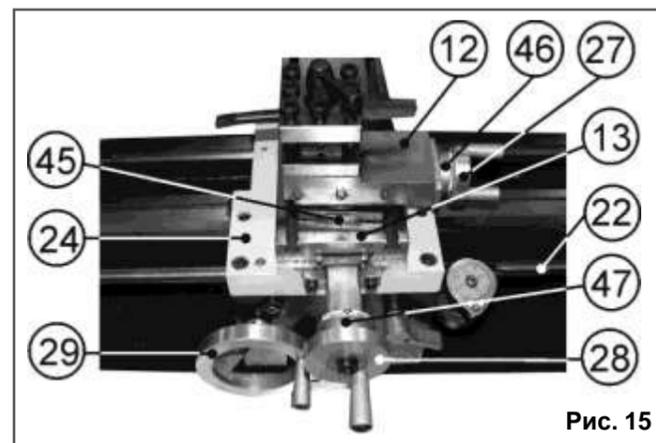
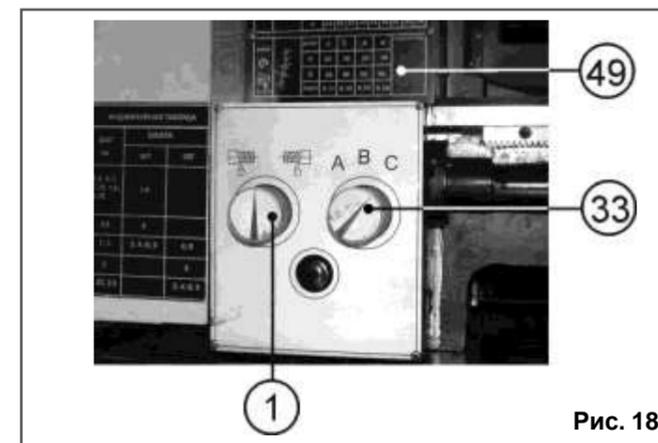
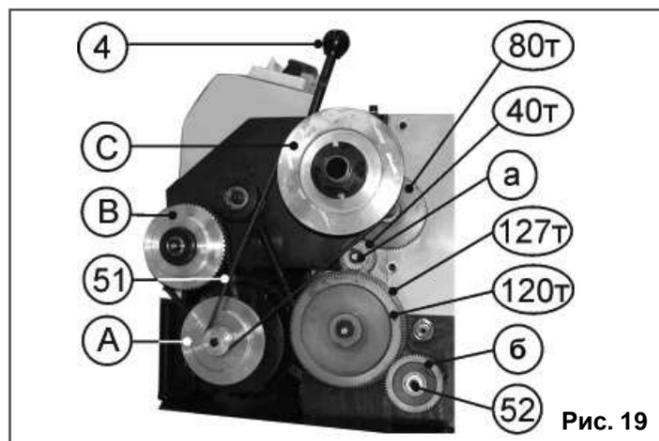
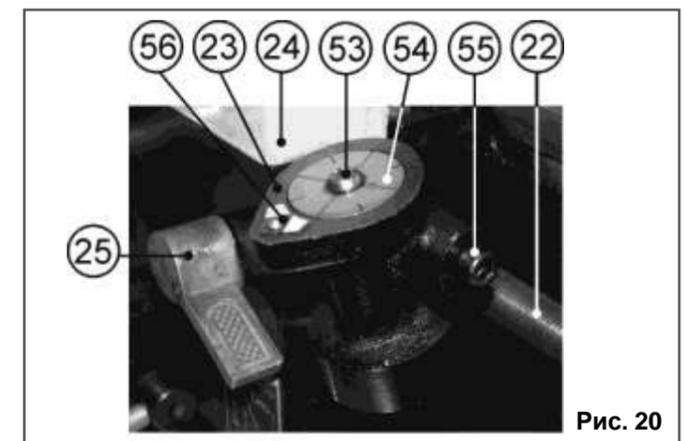

Рис. 15
Рис. 18
Рис. 19
Рис. 20
дите резец, используя маховик подачи поперечного суппорта (28), Рис. 15. Поднимите вверх ручку (25) управления разъемной гайкой ходового винта, Рис. 20. Вращая маховик ручной подачи каретки (29), Рис. 15, отведите каретку назад к началу нарезания резьбы. Наблюдайте за вращающимся диском (54) индикатора (23) нарезания резьбы. По мере совмещения метки (56) на корпусе индикатора (23) нарезания резьбы и ранее выбранного вами по таблице 5 числа индикаторного диска (54), резко опустите вниз ручку (25) управления разъемной гайкой ходового винта (начните нарезание резьбы). Повторяйте цикл нарезания резьбы до окончательных размеров.
10.3. Точение (Рис. 15)
10.3.1. Установка и подача резца в продольном направлении станины (20), Рис. 2, производится вращением маховика ручной подачи каретки (29), Рис. 15.
10.3.2. Точная установка и подача резца в продольном направлении производится маховиком (27) подачи поворотного суппорта (12), установленного параллельно ходовому винту (22) подачи каретки, что соответствует совмещению метки на поперечном суппорте (13) и нулевой отметке шкалы (45) поворотного суппорта (12), Рис. 15.
10.3.3. Расстояние прохождения резца контролируется по шкале лимба (46), (1 деление = 0,025 мм), Рис. 15.
10.3.4. Установка и подача резца в поперечном направлении (установка глубины точения, торцевое точение) производится вращением маховика подачи поперечного суппорта (28), Рис. 15.
10.3.5. Глубина подачи резца в поперечном направлении контролируется по шкале лимба (47). При этом, глубина точения за один проход не должна превышать 0,3 мм (1 деление лимба = 0,025 мм), Рис. 15.
отметок, Рис. 15.
10.4.2. Ручкой переключения направления автоматической подачи (1) установите выбранное направление (левое или правое) автоматической подачи, Рис. 18.
10.4.4. Станок оборудован коробкой скоростей автоматической подачи в диапазоне от 0,11 мм до 0,30 мм за один оборот шпинделя (См. таблицу 2 и шильдик (49)), Рис. 18.
10.4.5. Откройте защитный кожух (2) гитары, как указано в п. 9.3.2. По таблице 2 установите необходимые шестерни (а) и (б), Рис. 19 и закройте защитный кожух (2) (п. 9.3.2.).
10.4.6. Пользуясь таблицей 2 инструкции или таблицей (49), Рис. 18, установите необходимые шестерни (а) и (б), Рис. 19 (См. пп. 10.6.5.- 10.6.10.).
10.4.7. Вращая ручку переключения скорости автоматической подачи (33), Рис. 18, можно менять скорость автоматической подачи. Например, при установке шестерен, а=28Т и б=56Т, Рис. 19, в положение С ручки переключения скорости автоматической подачи (33) – скорость подачи равна 0,11 мм на один оборот шпинделя. При установке ручки переключения скорости автоматической подачи (33) в положение А – скорость подачи равна 0,22 мм на один оборот шпинделя и т.д., Рис. 18. **При каждом перемещении ручки переключения скорости автоматической подачи (33) необходимо рычаг натяжения ремня (4) привести в крайнее положение от себя, Рис. 19.**
10.5.2. Переставляя клиновой ремень (51) на шкивах А,В,С в положения 1,2,3 согласно таблице 3, можно ступенчато изменять скорость вращения шпинделя – 100; 250; 350; 500; 900 и 1800 об/мин. (Рис. 19 -А,В,С - шкивы). Например, при установке клинового ремня (51) на шкивах В,С в положении 1– скорость вращения шпинделя равна 100 об/мин., а в положении 3 - 500 об/мин. и т.д., Рис. 19.
10.6.4. Комбинации использования шестерен для нарезания резьбы указаны в таблиц 4 и на Рис. 19:
1) См. Рис. 19
Ручка переключения скорости автоматической подачи (33), Рис. 18, в положении А.
2.) См. Рис. 19
Ручка переключения скорости автоматической подачи (33), Рис. 18, в положении С.
10.6.5. Отвинтите крепёжный болт (52), закрепляющий шестерню (б) и снимите стопорную шайбу шестерни (а), Рис. 19.
на месте шпонки на валах и установите необходимые шестерни (а) и (б). Количество зубьев на каждой шестерне промаркировано. Установите крепежный болт (52) шестерни (б) и стопорную шайбу шестерни (а), Рис. 19.
10.6.8. Положение шестерен 120Т и 127Т для метрической резьбы показано на Рис. 19.
10.6.9. Для нарезания дюймовой резьбы поменяйте местами шестерни 120Т и 127Т, Рис. 19.
10.6.10. Установите защитный кожух (2) и закрепите болт (42), Рис. 19.
10.7.7. Включите станок (см. п. 10.2.). Подведите резец (35) к началу предполагаемой резьбы. Маховиком подачи поперечного суппорта (28) установите глубину резания, не превышая 0,2 мм за один проход (как описано выше в п. 10.3.). Опустите вниз ручку (25) управления разъемной гайкой ходового винта, Рис. 20. Ручкой переключения направления автоматической подачи (1), Рис. 18, установите необходимое направление автоматической подачи и начните нарезание резьбы.
10.7.8. По мере приближения резца к концу нарезаемой резьбы отведите резец (35), используя маховик подачи поперечного суппорта (28) (п. 10.3., Рис. 15), а ручкой переключения направления автоматической подачи (1) измените направление подачи, Рис. 18.
Не переключайте ручку (25) управления разъемной гайкой ходового винта при выполнении операции нарезания резьбы до конца изготовления резьбы, Рис. 20.
10.7.9. Когда резец пройдет начало нарезаемой резьбы на 3-5 мм, установите ручку переключения направления автоматической подачи (1), Рис. 18, в нейтральное положение. Маховиком подачи поперечного суппорта (28) установите последующую глубину резания, не превышая 0,2 мм за один проход (как описано выше в п. 10.3.). Установите ручку переключения направления автоматической подачи (1), Рис. 18, в первоначальное положение (п. 10.7.6.). Выполните следующий проход.
10.8. Индикатор нарезания резьбы (Рис. 20)
10.8.6. Маховиком подачи поперечного суппорта (28), Рис. 2, установите глубину резания, не превышая 0,2 мм за один проход. Опустите вниз ручку (25) управления разъемной гайкой ходового винта и начните нарезание резьбы, Рис. 20.